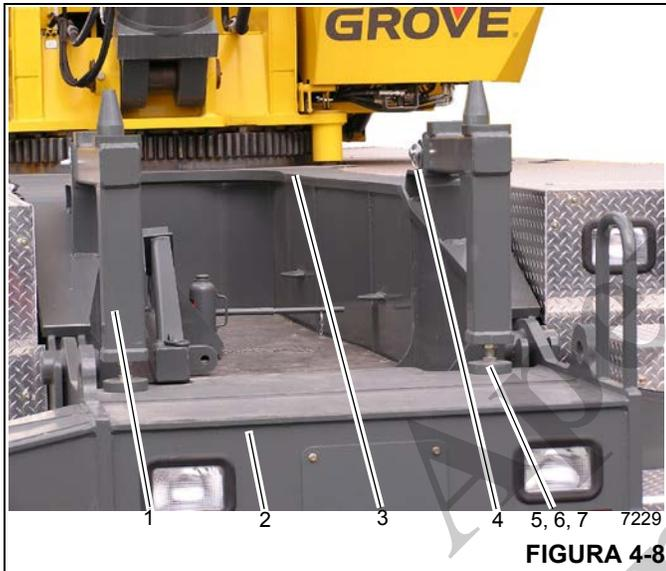

FIGURA 4-8
1. Utilizando um dispositivo de elevação adequado, instale os suportes do contrapeso (1) (Figura 4-8) na dianteira da estrutura do transportador (3) e prenda com pinos de engate (4).
O ajuste dos apoios do suporte do contrapeso (1) (Figura 4-8) é proibido quando o contrapeso (1) (Figura 4-9) estiver apoiado sobre eles.
3. Ajuste as placas de apoio (5) com os parafusos de ajuste (6) para dentro ou para fora do suporte do contrapeso até que as patolas do contrapeso na parte superior do suporte do contrapeso estejam niveladas. Não ultrapasse 2.25 pol. (5,72 cm).
4. Aperte as contraporcas (7) contra o suporte do contrapeso.
Não tente separar a estrutura do guincho auxiliar (7) (Figura 4-10) do contrapeso (1) (Figura 4-9) enquanto estiver sobre o suporte do contrapeso (1) (Figura 4-8). A estrutura do guincho auxiliar (7) (Figura 4-10) pode atingir o contrapeso (1) (Figura 4-9) e derrubá-lo do suporte.
7. Instale os suportes do contrapeso (1) (Figura 4-8) na dianteira do transportador. Consulte *Instalação do suporte do contrapeso*, página 4-10.
1. Prenda um dispositivo de elevação adequado com lingas ao suporte do contrapeso (1) (Figura 4-8).
2. Solte a contraporca (7) (Figura 4-8).
3. Gire as placas de apoio (5) (Figura 4-8) no suporte do contrapeso (1) (Figura 4-8) afastando-as da caixa do estabilizador (2) (Figura 4-8).
4. Retire o suporte do contrapeso (1) (Figura 4-8) para os pinos de engate da estrutura do transportador (4) (Figura 4-8).
5. Usando o dispositivo de elevação com lingas, retire o suporte do contrapeso (1) (Figura 4-8).